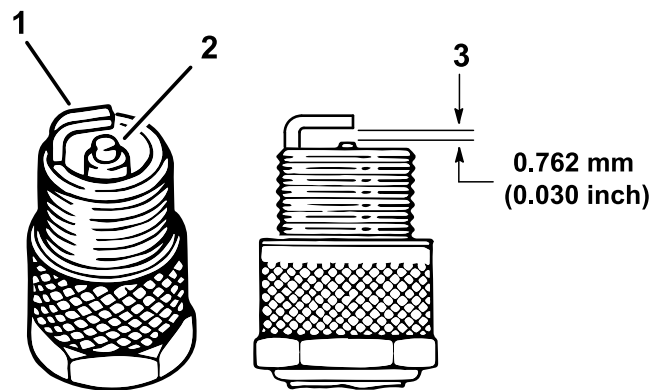

Figura 46
4. Compruebe el estado del electrodo lateral, el electrodo central y el aislamiento del electrodo central para verificar que no están dañados (Figura 46).
5. Ajuste la distancia entre los electrodos central y lateral a 0,762 mm, tal y como se muestra en la Figura 46.